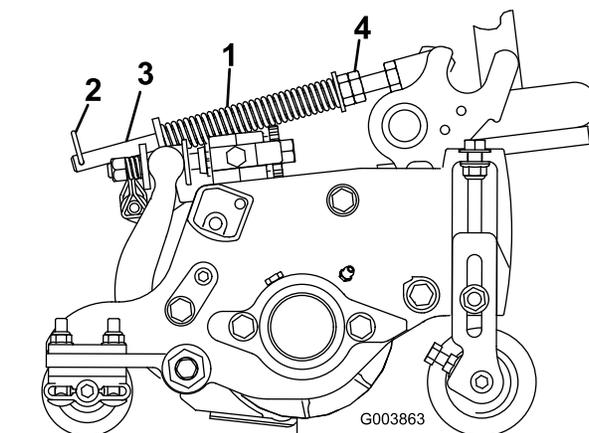

Figura 14
La molla di compensazione del manto erboso (Figura 14) trasferisce il peso dal cilindro anteriore al cilindro posteriore, per contribuire a ridurre l'ondulazione del manto erboso, detta anche fluttuazione o bobbing.
1. Verificate che la coppia sia montata nel foro posteriore dell'asta della molla (Figura 14).
2. Serrate i dadi esagonali sulla parte anteriore dell'asta della molla fino a ridurre la lunghezza compressa della molla a 12,7 cm sugli elementi di taglio da 5 pollici dei Reelmaster 5210 e 5410, oppure a 15,9 cm sugli elementi da 7 pollici dei Reelmaster 5510 e 5610 (Figura 14).